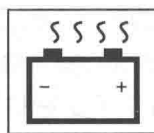

图 1-1-4 动力电池过热警告灯
(2)动力电池过热警告灯。动力电池过热警告灯如图 1-1-4 所示。